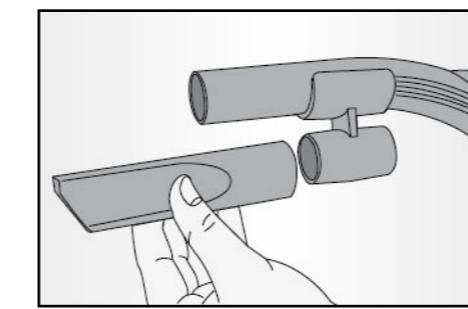

Fig. 5
Riporre quindi l'apparecchio, inserendo il porta accessori (15) sull'impugnatura (18) ed agganciandovi l'aspiratore fessure (17) e l'aspiratore piccolo con spazzolino (16) (Fig. 5).